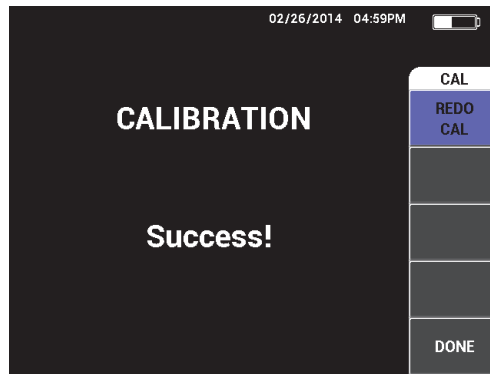

Abbildung 5-52 Bestätigung einer fertiggestellten Justierung
5. Zur Fertigstellung der Justierung drücken Sie **FERTIG**, nachdem **Erfolg!** angezeigt wurde (siehe Abbildung 5-52 auf Seite 176).